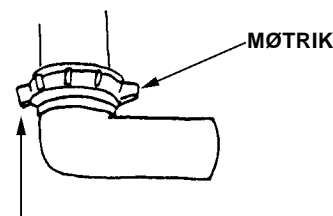

Fig. 3a
4. Sammentryk vinkelrør og rør, og stram omløbermøtrikken over pakning og vinkelrør (fig. 3a).